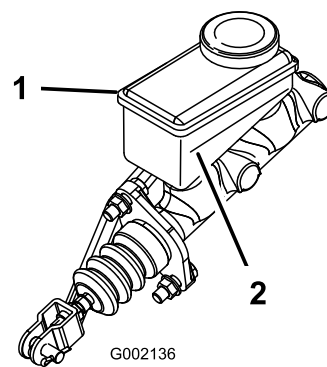

图 15
- B. 最低ラインより上まで DOT 3 ブレーキ液を補給する 図 15。
5. ダッシュボード上部にゴム栓を取り付ける 図 15。